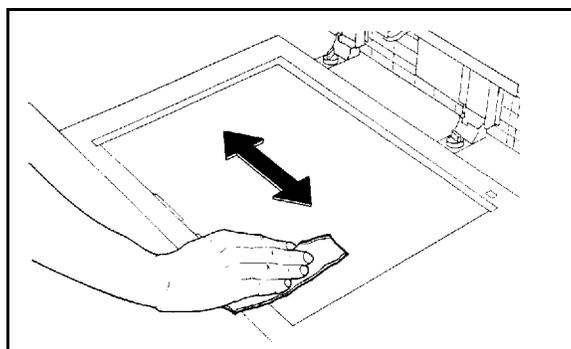

Figura 3: Limpeza do Vidro de Exposição
- 2 Limpe o Vidro de Exposição no sentido longitudinal, tal como ilustrado na Figura 3. Não encoste os dedos ao vidro.